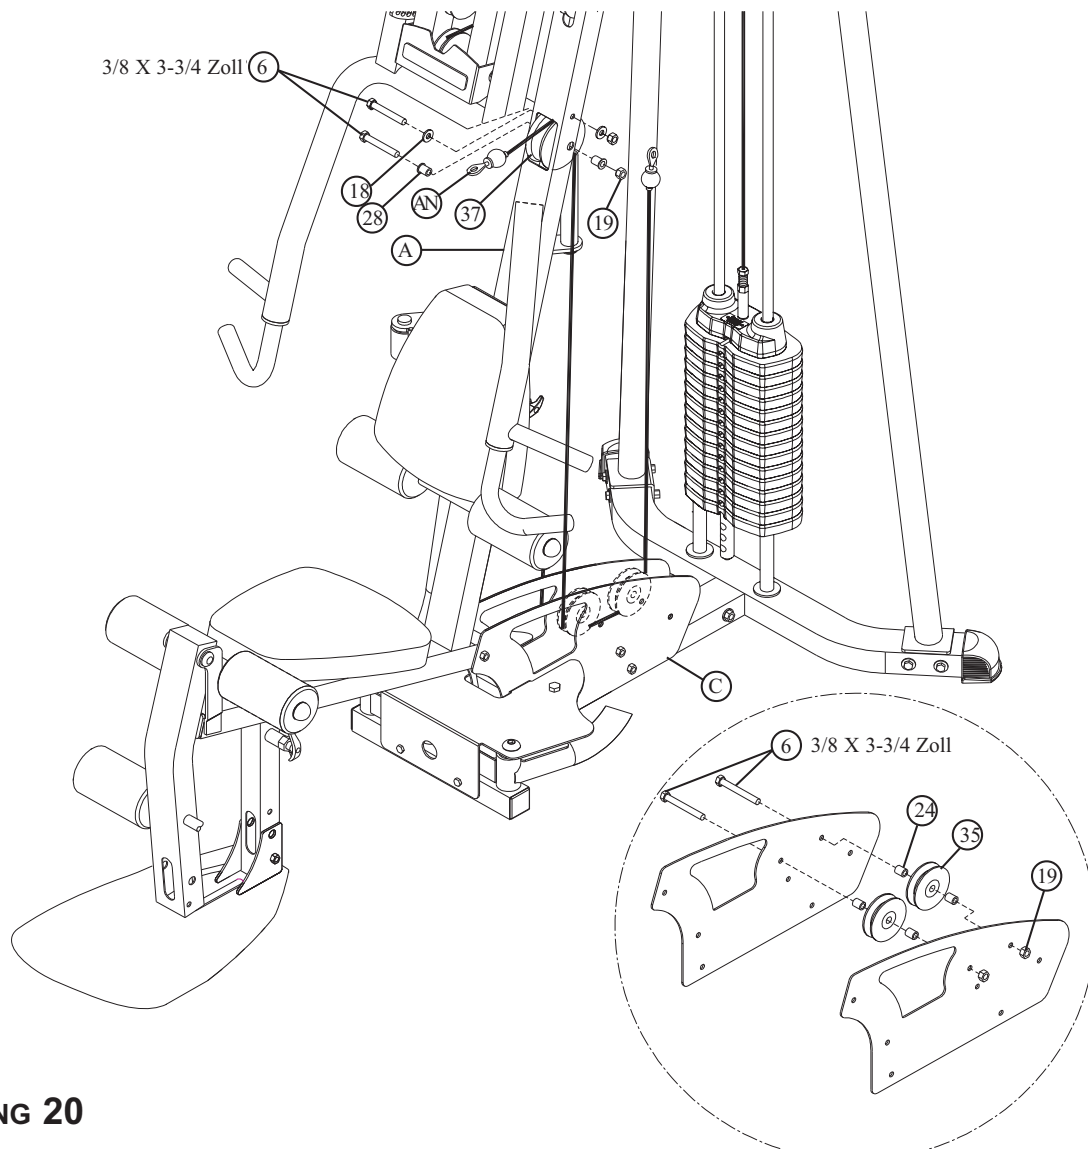

**ABBILDUNG 19**
- Das Gewindeende des FÜHRUNGSSEILZUGS (AO) in das Ende der HALTERUNG DER BEWEGLICHEN SEILSCHEIBE (Z) schrauben. Die SEILZUGFÜHRUNG (23) in dieser Position mit der GEGENMUTTER am FÜHRUNGSSEILZUG sichern. Siehe ABBILDUNG 19.
- Den FÜHRUNGSSEILZUG (AO) um eine 89 mm (3-1/2 Zoll) SEILSCHEIBE (35) führen und die SEILSCHEIBE mit einer 3/8 X 1-3/4 Zoll SCHRAUBE (11) und einer SILBERNEN 3/8 Zoll SICHERUNGSMUTTER (19) an den PLATTEN DER BEWEGLICHEN SEILSCHEIBE (AB) anbringen. Siehe ABBILDUNG 19. **(Hinweis: Darauf achten, dass der Seilzug in den Rillen der Seilscheiben verläuft.)**
- Das Hakenende des FÜHRUNGSSEILZUGS (AO) durch die SEILZUGFÜHRUNG (23) verlegen und dann den FÜHRUNGSSEILZUG (AO) mit einer 3/8 X 3-3/4 Zoll SCHRAUBE (6), einer 3/8 Zoll UNTERLEGSCHNEIBE (18) und einer SILBERNEN 3/8 Zoll SICHERUNGSMUTTER (19) wie in ABBILDUNG 19 gezeigt am GRUNDRAHMEN anbringen.